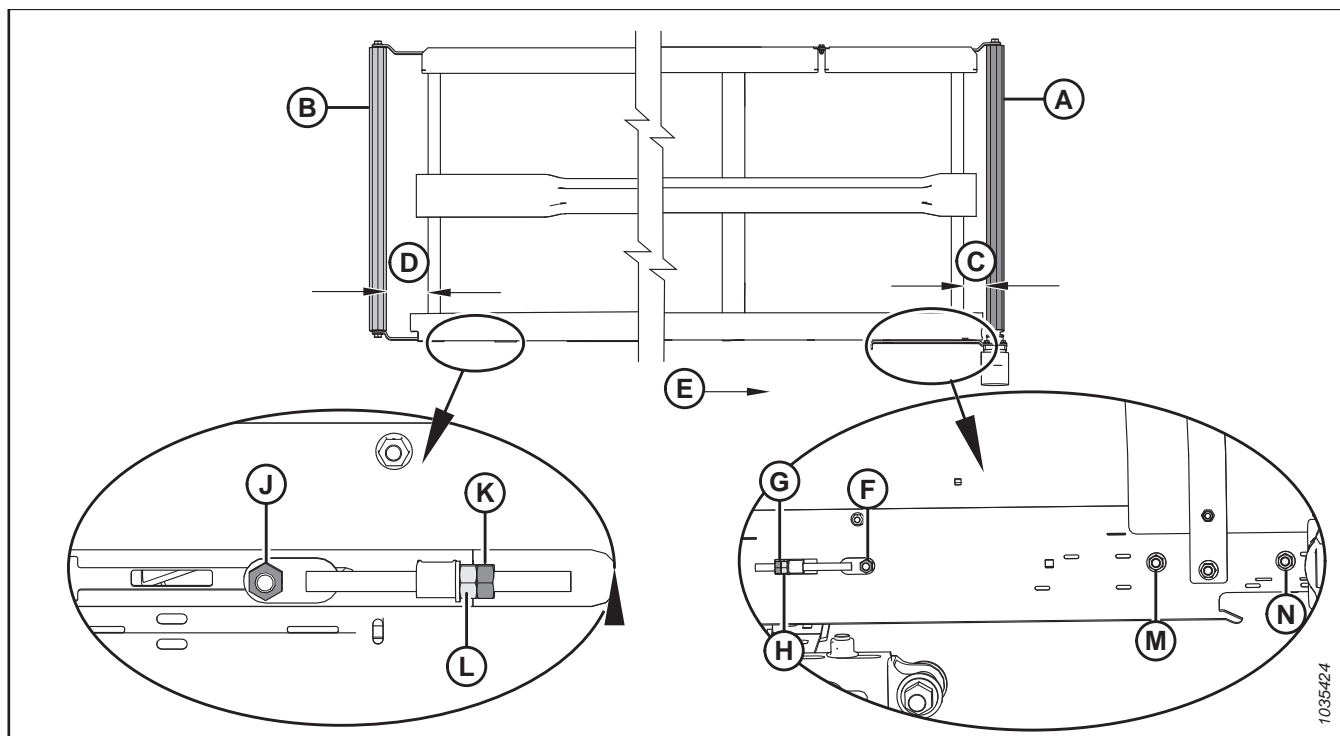

Figure 4.246: Réglage de l'alignement du tapis – Tapis gauche
2. Réglez le rouleau d'entraînement (A) pour changer C (consultez le tableau 4.2, page 664 et la figure 4.246, page 664) comme suit :
- a. Desserrer les écrous (F), (M) et (N), et le contre-écrou (G).
- b. Tournez l'écrou de réglage (H).
- c. Serrer les écrous (F), (M) et (N), et le contre-écrou (G).
3. Réglez le rouleau libre (B) pour changer D (consultez le tableau 4.2, page 664 et la figure 4.246, page 664) comme suit :
- a. Desserrez l'écrou (J) et le contre-écrou (K).
- b. Tournez l'écrou de réglage (L).